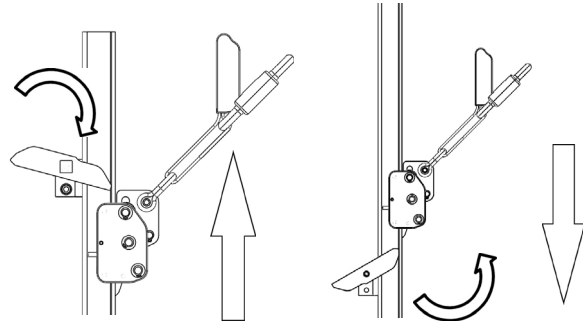

Abb. 18 Ausstieg aus dem Steigschutzschiene
1. Aus gesicherter Position den Sicherungsläufer am Schäkel (1) und am Grundkörper (2) halten und den Hebel der Endanschläge entgegen der Wirkrichtung schwenken (Abb. 18), damit der Sicherungsläufer die Position der Endschläge überfahren und aus der Steigschutzschiene geführt werden kann.